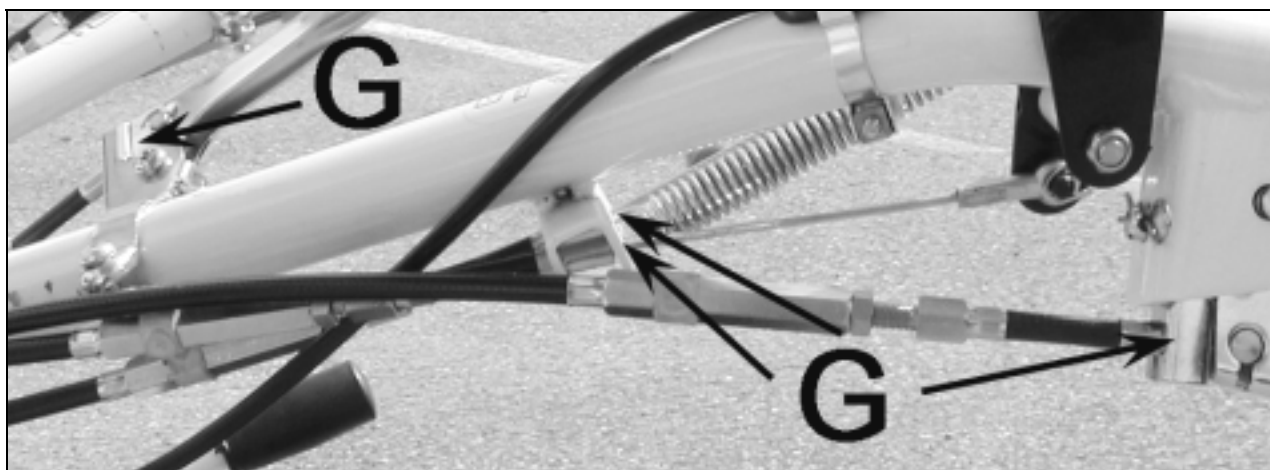

Figure 16
- Lubrifiez avec une huile fine de bonne qualité les points repérés G sur les figures 16 et 17.